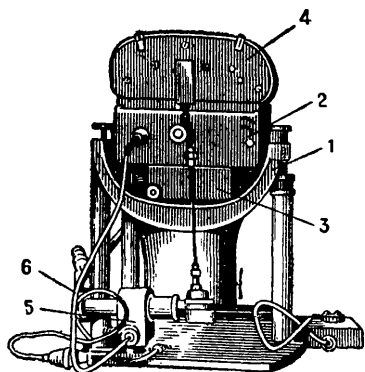

Рис. 29. Советский аппарат для воздушного фотографирования АФА-33:
На рис. 29 изображён советский аэрофотоаппарат АФА-33. Он состоит из фотоустановки (подставки) (1), на которой укреплена камера, камерной части (2), объективной части (3), в которой находятся объектив и затвор, и кассеты (4). Отдельный механизм (5) управляет заводкой и спуском затвора и передвижением плёнки. Он же приводит в движение маленькую воздуходувку (6). Это странное на первый взгляд приспособление служит для прижимания плёнки в момент съёмки сжатым воздухом к специальному столику. В этом случае поверхность плёнки делается совершенно ровной, что чрезвычайно важно для получения резкого и точного снимка. Фотоаппарат